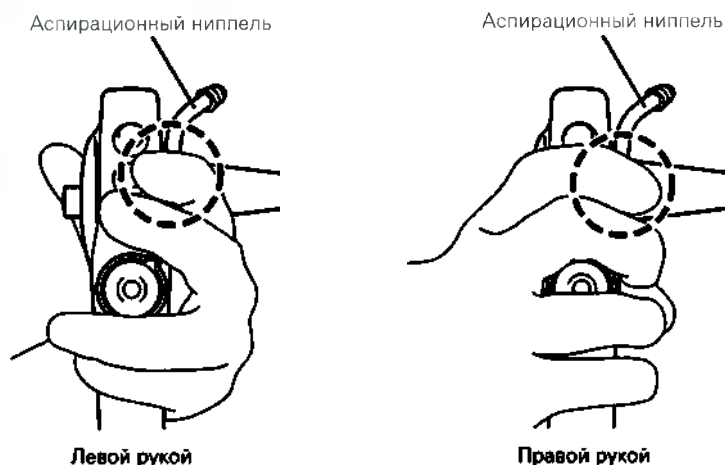

Рис. 4.3
- При подсоединении или отсоединении трубки источника вакуума от аспираторного ниппеля клапана управления аспирацией во время эндоскопической процедуры держите аспираторный ниппель одной рукой, как показано на Рис. 4.3. НЕ прилагайте усилие при подсоединении или отсоединении трубки источника вакуума от аспираторного ниппеля клапана управления аспирацией. Это может привести к повреждению клапана и риску оттока или выброса биологических жидкостей пациента с риском инфицирования.